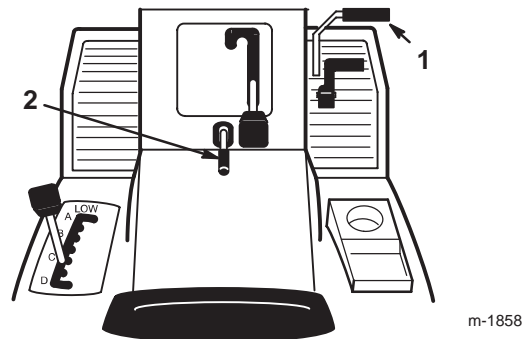

Bild 3
1. Drücken Sie das Bremspedal (Bild 3) durch und halten es in der gedrückten Position.
2. Ziehen Sie den Feststellbremshebel (Bild 3) hoch und nehmen den Fuß nach und nach vom Bremspedal.
1. Drücken Sie das Bremspedal (Bild 3) herunter.